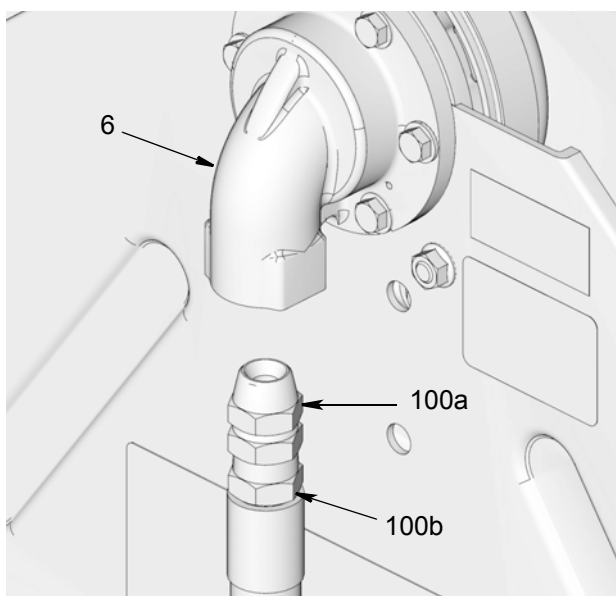

FIG. 4
2. Unire l'adattatore raccordo all'ingresso (6) (FIG. 4).
3. Applicare sigillante per filettature di tubature o avvolgere del nastro in PTFE attorno alle filettature (6) del flessibile di ingresso (100b) (FIG. 4) (se necessario).
4. Unire l'adattatore raccordo (100a) al flessibile di ingresso (100b) (FIG. 4). Utilizzare una chiave inglese per serrare il collegamento.